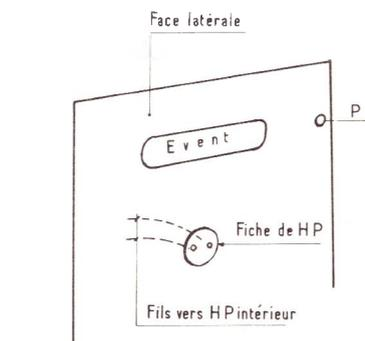

Figure 10
10) Souder les deux fils de branchement aux cosses adéquates et prévoir une fiche de branchement à deux points de contact sur une paroi latérale de l'enceinte, par exemple au-dessus de l'un des événements OP (voir figure 10).